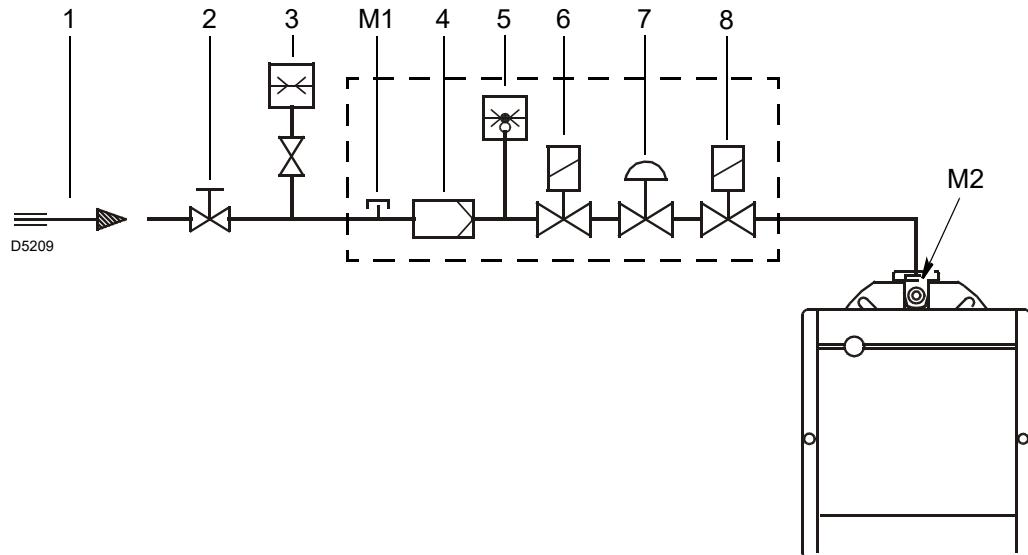

Fig. 14
#### Legenda (Fig. 14)
Per conoscere invece la pressione del gas necessaria alla presa M2)(Fig. 14), fissata la potenza massima di modulazione alla quale si desidera funzioni il bruciatore:
- Leggere sulla destra, colonna 1, la pressione alla presa M2)(Fig. 14).
pressione necessaria alla presa M2)(Fig. 14).
Pressione del gas misurata alla presa M2)(Fig. 14), con:
- sottrarre dalla pressione del gas alla presa M2)(Fig. 14) la pressione in camera di combustione.
$$\begin{array}{lcl} \text{Pressione del gas alla presa M2)(Fig. 14)} & = & 12,2 \text{ mbar} \\ \text{Pressione in camera di combustione} & = & 2,2 \text{ mbar} \\ 12,2 - 2,2 & = & 10 \text{ mbar} \end{array}$$